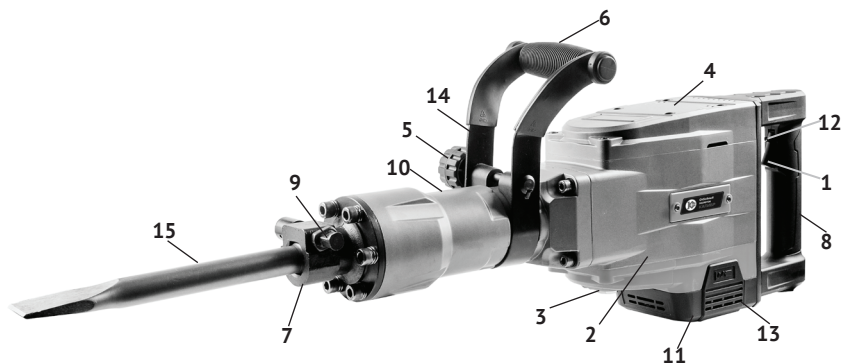

рис. 1
1.1.3 Основные узлы молотка (двигатель, редуктор и ударный механизм) расположены в металлическом корпусе (рис.1 поз.2) закрытом крышкой (рис.1 поз.4).
Крутящий момент с якоря электродвигателя, расположенного вертикально, через систему шестерён, передаётся на кривошипно-шатунный механизм. Кривошипно-шатунный механизм приводит в действие ударный узел молотка. В зависимости от вида выполняемой работы, в патрон вставляется необходимая насадка (пика, долото) с соответствующим хвостовиком. Дополнительная рукоятка (рис.1 поз.6) хомутом крепится на цилиндрической части корпуса цилиндра (рис.1 поз.10). Фиксируется рукоятка гайкой (рис.1 поз.5), в любом положении (от 0° до 360°), что удобно пользователю, как «правше», так и «левше».
1.1.4 Клавиша выключателя (рис.1 поз.1) расположена в передней части рукоятки (рис.1 поз.8), крепящейся к корпусу молотка (рис.1 поз.2). Во включённом положении клавиша фиксируется кнопкой (рис.1 поз.12)
Включение/отключение инструмента осуществляется нажатием/отпусканьем клавиши выключателя. Для продолжительной работы молотка, клавиша выключателя фиксируется в положении «включено» кнопкой (рис.1 поз.12).
Снизу, на корпусе молотка расположено окно смазки редуктора, закрытое крышкой (рис.1 поз.3). Перед каждым использованием инструмента отвернуть крышку, проверить наличие смазки кривошипно-шатунного механизма, при необходимости добавить из ёмкости, входящей в комплект.
Общий вид молотка представлен на рис. 1
- вращением гайки-фиксатора (рис.1 поз.5) ослабить хомут (рис.1 поз.14) дополнительной рукоятки (рис.1 поз.6);
Для продолжительной работы клавиша выключателя фиксируется в положении «Включено» кнопкой (рис.1 поз.12). При повторном нажатии на клавишу, она и кнопка фиксации возвращаются в исходное положение «Выключено».
- демонтировать накладку щёткодержателя (рис.1 поз.13);